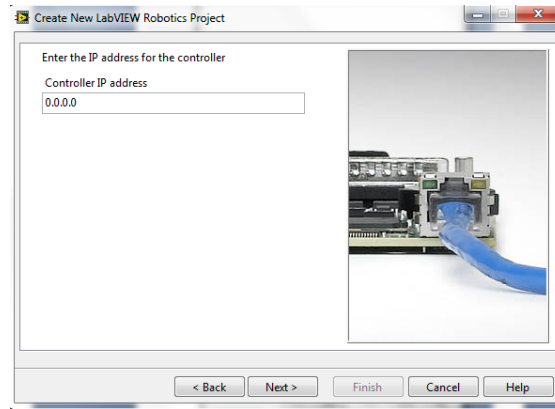

Fig 15. Especificación de la IP del controlador.
11. En la Fig. 15 configure la siguiente dirección IP 169.254.125.17 en el campo que dice Controller IP address. Oprima Next.